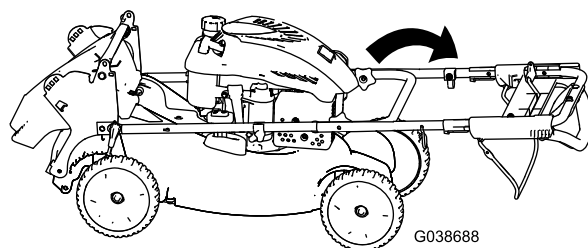

Рисунок 24
3. Поверните всю рукоятку вперед (Рисунок 24).